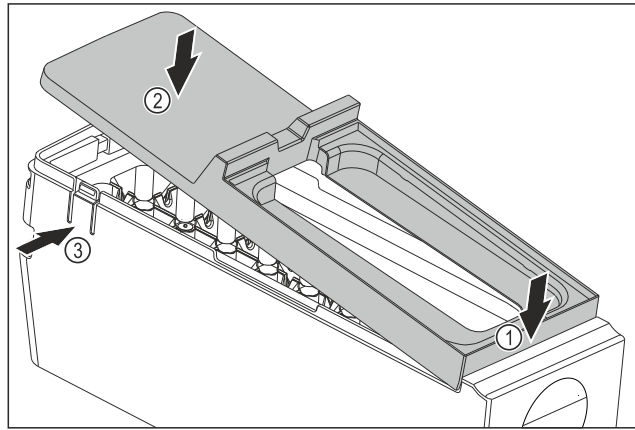

Fig. 90
- ▶ Afdekking van de EasyTwist-Ice-corpus monteren: Afdekking voor bevestigen. Fig. 90 (1)
- ▶ Afdekking achter neerlaten. Fig. 90 (2)
- ▷ Afdekking klikt hoorbaar in beide strips Fig. 90 (3) vast.